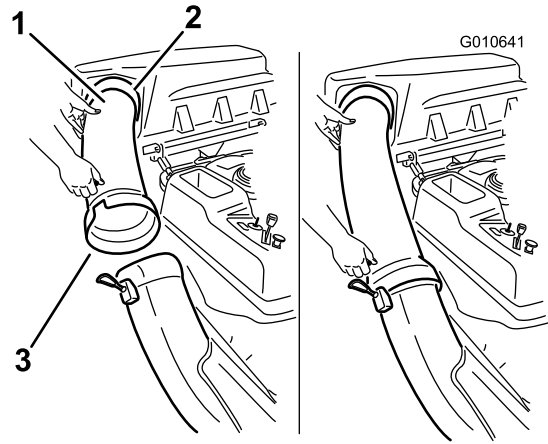

Figure 24
1. Glissez l'extrémité courbe du tube d'éjection dans l'ouverture du couvercle du collecteur (Figure 24).
2. Glissez l'extrémité évasée du tube d'éjection sur l'extrémité de l'éjecteur. Accrochez la sangle en caoutchouc de l'éjecteur à l'ergot situé sur le tube d'éjection pour le fixer en position (Figure 24).